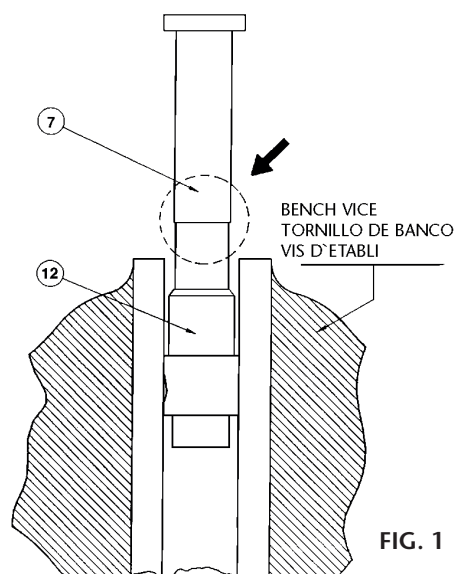

FIG. 1
Hold the upper semibody (12) with a bench vice (fig. 1) placing in the outlet connector seat a bar which would prevent the piece from swivelling between the vice jaws.
Unscrew the lower semibody with a STILSON wrench (apply at point indicated in fig. 1).
Apriete el semicuerpo superior (12) con un tornillo de banco (fig. 1), colocando en el alojamiento del racor de salida una varilla que impida el giro de la pieza en las mordazas del tornillo.
Desenrosque el semicuerpo inferior aplicando una llave STILSON (justo en el punto indicado en la fig. 1).
Serrer le semicorps supérieur (12) avec une vis d'établi, fig. 1 en plaçant dans le logement du raccord de sortie une tige qui empêchera la pièce de tourner entre les dents de la vis.
Dévisser le semicorps inférieur en utilisant une clef STILSON (juste à la hauteur du point indiqué en fig.1).
Spannen Sie den oberen Halbkörper (12) in einen Schraubstock ein (fig. 1), wobei Sie einen dünnen Stab in dem Sitz des Ausströmstutzens anbringen, der es verhindert, dass sich die Teile in den Spannbacken des Schraubstocks drehen. Schrauben Sie den unteren Halbkörper unter Verwendung eines STILSON –Schlüssels (genau an dem angezeigten Punkt der fig. 1 ab).